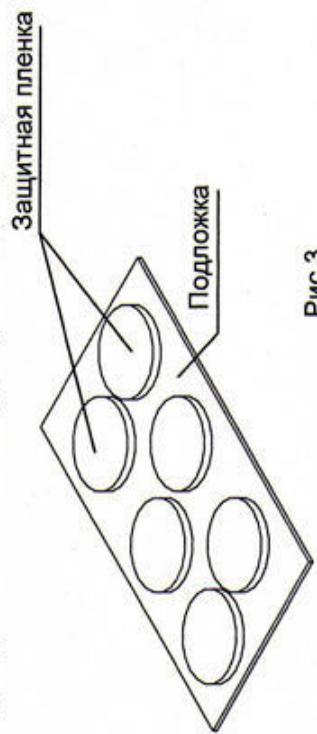

Рис.3
Для предотвращения падения надставки СД-45Н со стола СД-45, перед установкой надставки на стол необходимо на нижние торцы деталей 4 и 6 налепить "клейщий пятак"(5) из комплекта фурнитуры , в количестве 3 штуки на одну деталь. Затем удалив защитную пленку с "клейзера пятаков"(5) аккуратно поставить надставку на стол (см. рис.3)